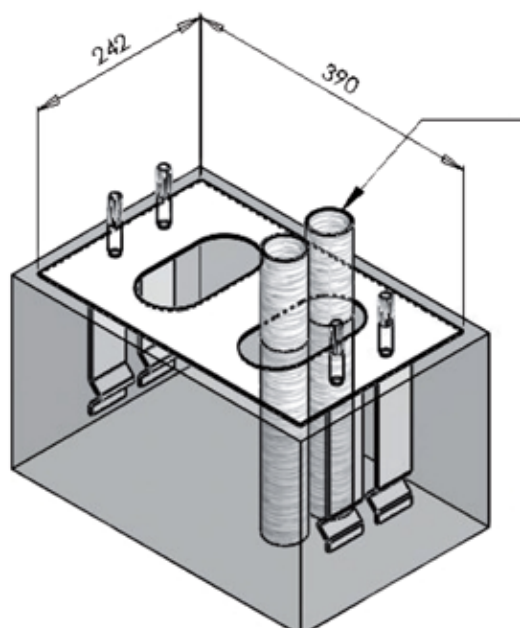

Abb.4
- Den Platzbedarf berücksichtigen, ein Unterteil aus Beton herstellen und die Grundplatte am Boden befestigen, sie muss dabei mit Krampen und Befestigungsschrauben in den Beton eingetaucht werden (Abb.4). Wenn bereits ein Unterteil vorhanden ist, robuste Expansionsdübel benutzen.